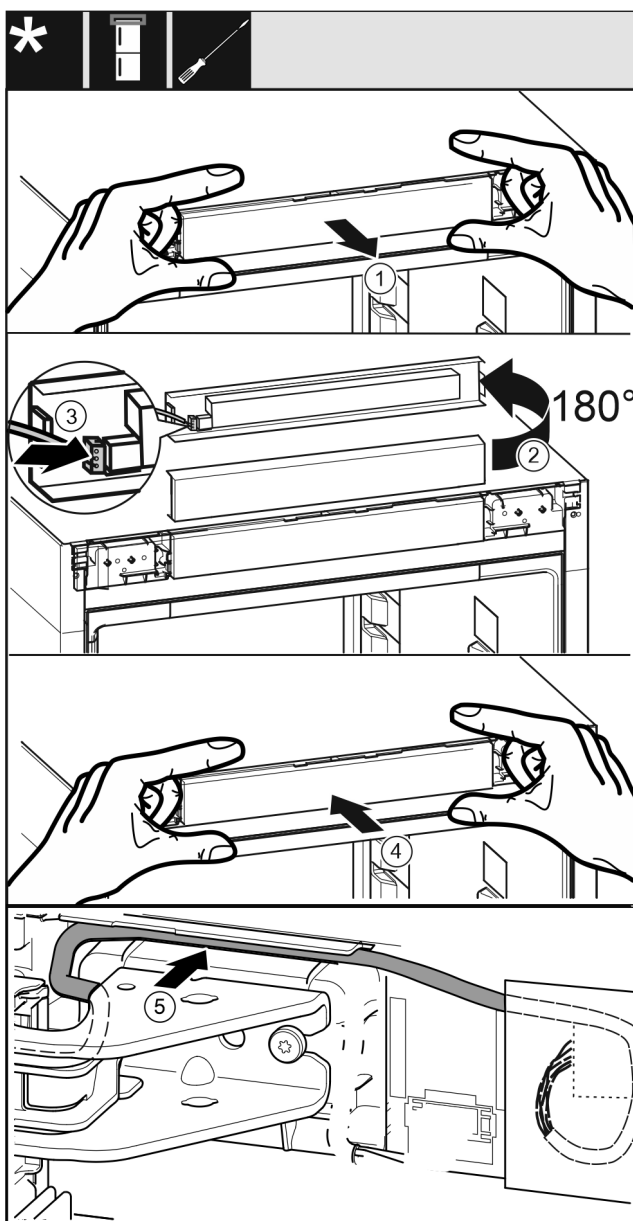

Fig. 62
- Estrarre con cautela la maschera di comando Fig. 62 [1].
- Ruotare la maschera di comando Fig. 62 [2] di 180° verso l'alto.
- Innestare la spina Fig. 62 [3] nella maschera dell'elemento di comando.
- Innestare di nuovo la maschera di comando Fig. 62 [4] sull'apparecchio.
- Posare con cautela il cavo Fig. 62 [5] nella guida sopra il blocco di supporto superiore.